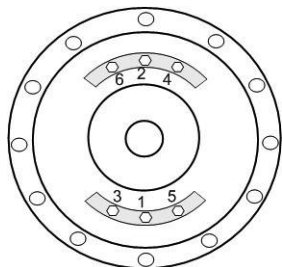

Figure 27 — Ordre de serrage des vis du corps d'étage supérieur
13. Enlever les six (6) vis fixant le corps d'étage supérieur de la pile d'étages à la plaque-logement de garniture. L'adaptateur et la plaque-logement peuvent être retirés en une seule pièce. Garder les vis pour le remontage.
14. Fixer l'ensemble adaptateur-plaque-logement à la pile de corps d'étage de rechange avec les six (6) vis conservées à la tâche 13. Serrer les vis dans l'ordre (fig. 27) et au couple indiqués (v. Données techniques, page 8).